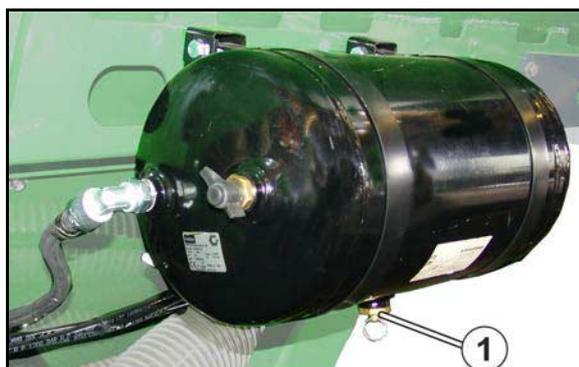

Fig. 123
1. Tirez le purgeur d'eau (Fig. 123/1) par l'anneau sur le côté (jusqu'à ce que plus aucune eau ne s'échappe du réservoir d'eau).